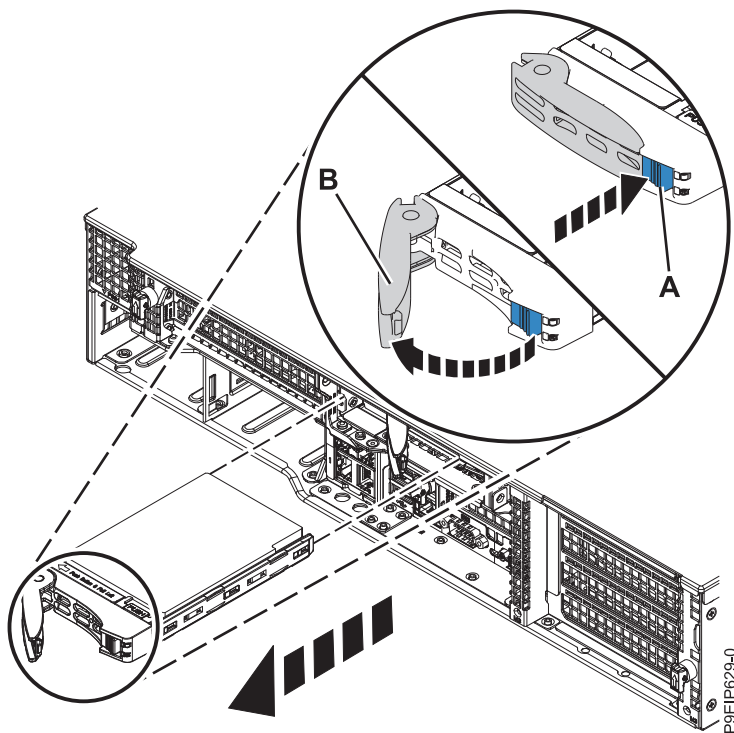

Figura 16. Extracción de una unidad posterior
2. Desbloquee el asa de la bahía de unidad **(B)** presionando el pestillo del asa **(A)** como se muestra en la Figura 16 en la página 18. El asa **(B)** queda fuera hacia usted. Si el asa no queda totalmente hacia fuera, la unidad no se desliza fuera del sistema.